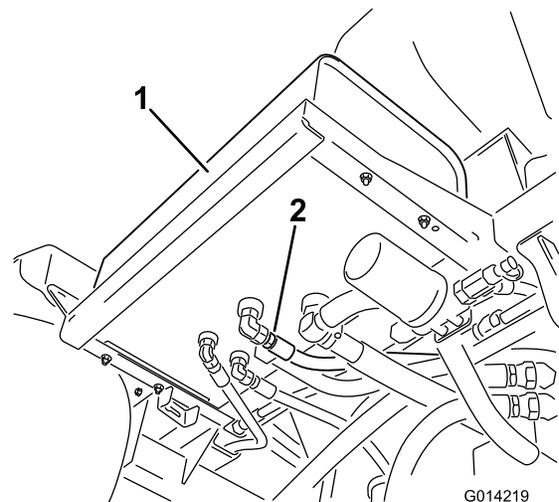

Figura 72
2. Limpe a área em redor do encaixe do tubo hidráulico na parte inferior do depósito de óleo hidráulico (Figura 72).
4. Retire o encaixe da tubagem do depósito, permitindo o escoamento do óleo para o recipiente (Figura 72).